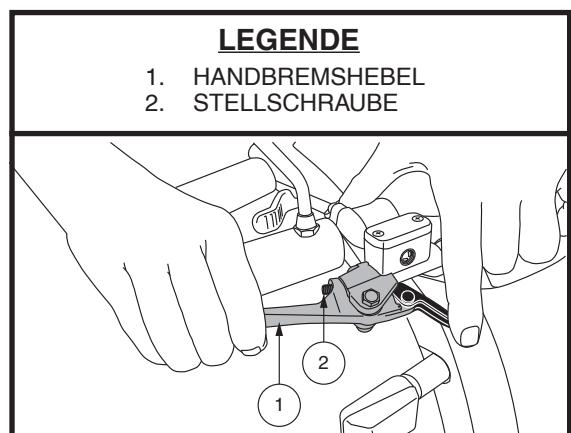

Abb. 2. Handbremshandgriff
- Drücken Sie den High-Low-Knopf einmal, um die Geschwindigkeit auf "High" ("Hoch") einzustellen. Die High-Low-Anzeige wird auf dem LCD-Bildschirm angezeigt. **Siehe Abb. 2.** Wenn Sie diese Einstellung zusammen mit den Einstellungstasten für die Geschwindigkeit verwenden, kann das Fahrzeug Geschwindigkeiten bis zur voreingestellten Maximalgeschwindigkeit des Fahrzeug erreichen.
Dieser Hebel bietet Ihnen im Notfall zusätzliche Bremsleistung an. Wenn in Bewegung, lassen Sie den Gashebel vorsichtig los und drücken Sie die Handbremse um zum Stillstand zu kommen. Die Wirksamkeit der Handbremse kann durch Anziehen oder Lösen der Stellschraube am Handbremshandgriff geändert werden. Siehe Abb. 2.